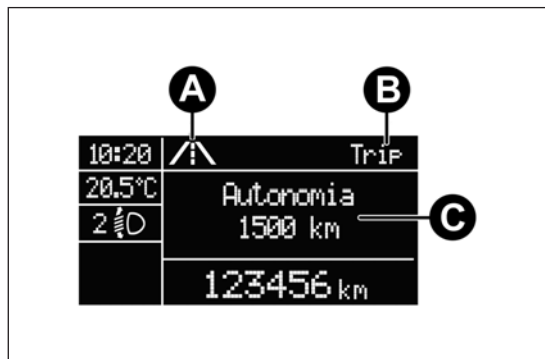

fig. 9
- ☐ icona animata nella parte superiore fig. 9;
- ☐ la scritta "Trip" (oppure "Trip A" oppure "Trip B") (B);
- ☐ nome, valore ed unità di misura relativi alla grandezza selezionata (es. "Autonomia 1500 km") (C).